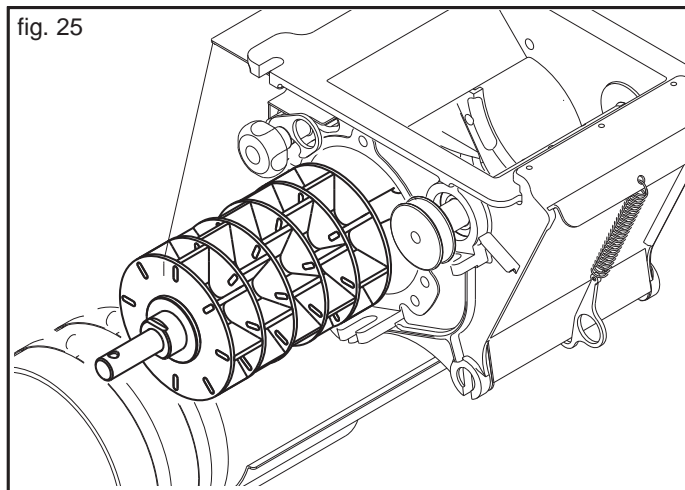

fig. 25
- 2) Extraire le roulement de encemencement (Fig. 25) comme décrit et indiqué précédemment (vois chapitre 3.4.1).